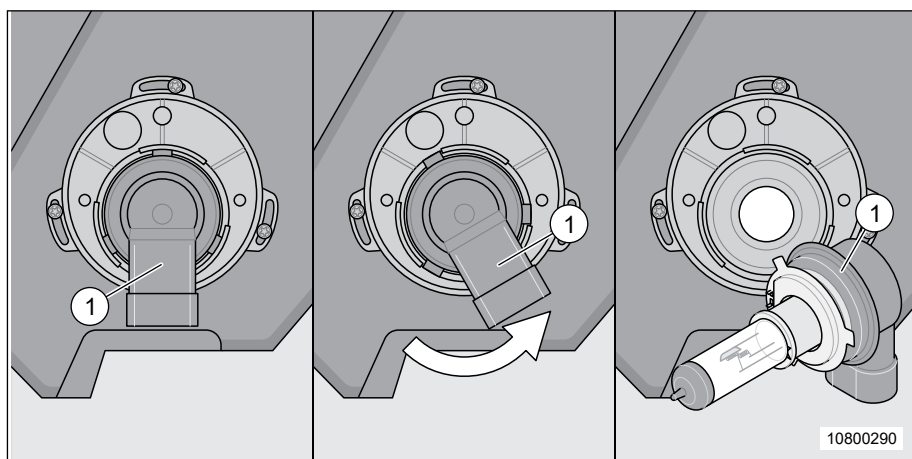

Fig. 162 Remplacement de l'ampoule du feu de route
- Si, en remplaçant l'ampoule de l'éclairage avant (Fig. 162), on travaille avec un outil non approprié ou si le câble est trop sollicité, il y a risque de détérioration.
1. Retirer la fiche de câble de la douille de l'ampoule halogène (Fig. 162, pos. 1).
1. Tourner l'ampoule halogène (Fig. 162, pos. 1) dans le sens anti-horaire jusqu'en butée.
2. Tirer l'ampoule halogène (Fig. 162, pos. 1) prudemment et de manière droite hors de la plaque de support.